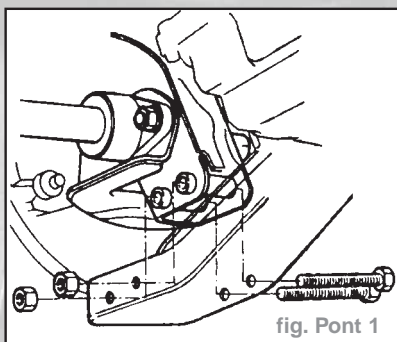

fig. Pont 1
- Déposer les quatre vis/écrous et la traverse de suspension de roue avant (fig. Pont 1).
- Reposer la traverse de suspension (fig. Pont 1).